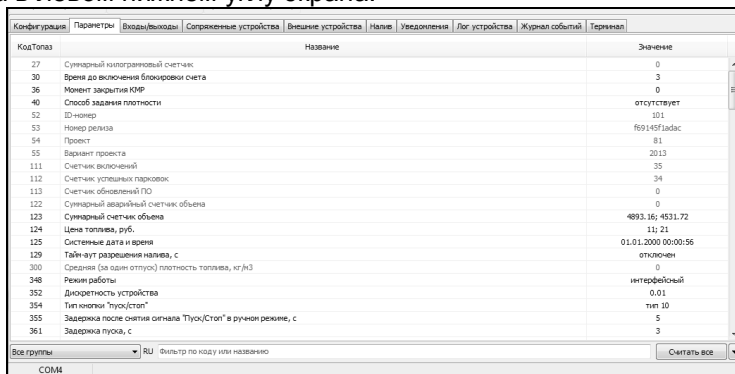

Рисунок 10
10.7 На вкладке "Параметры" (рисунок 10) можно просмотреть и при необходимости изменить значения параметров устройства.